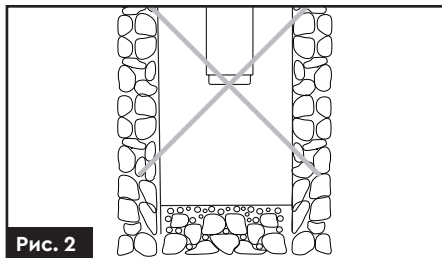

Рис. 2
- Заборонено експлуатацію насоса без фільтра грубої очистки на нижній частині обсадної труби свердловини (рис. 2), щоб уникнути попадання піску і каменів в насосну частину насоса!